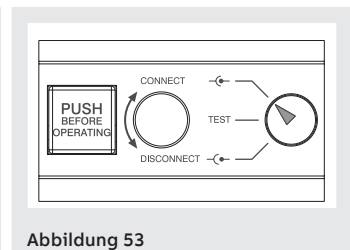

Abbildung 53
- Leistungsschalter in Betriebsstellung (siehe Abbildung 53)